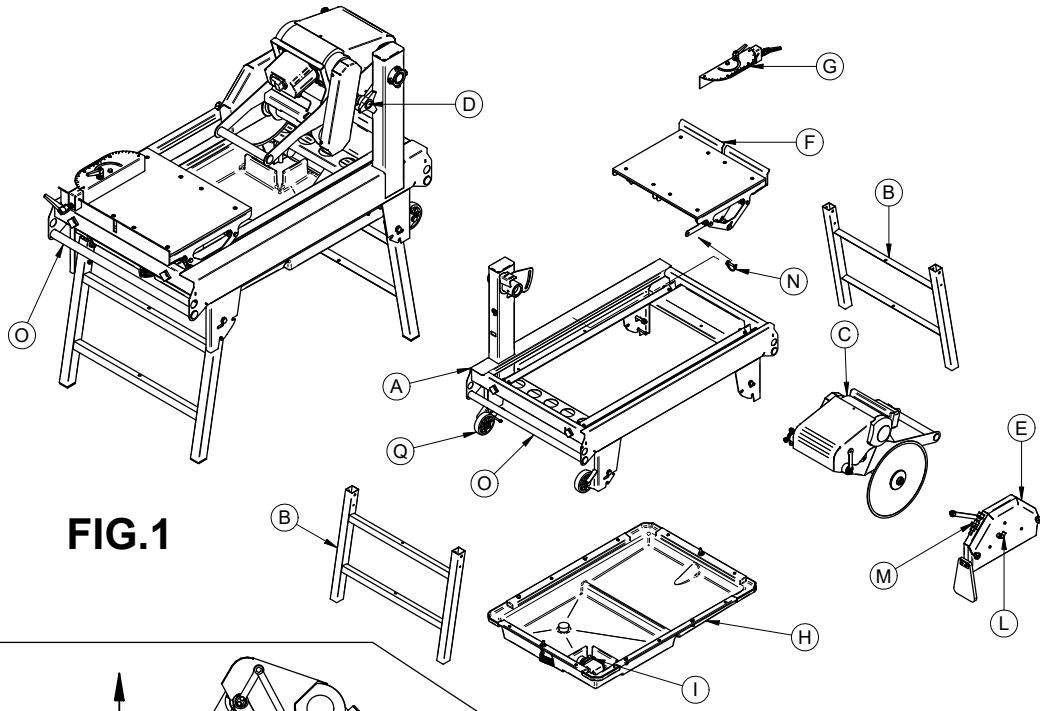
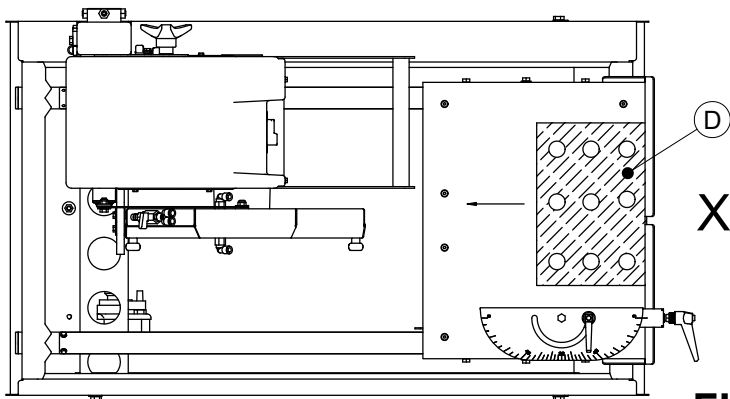

FIG.1
FIG.3
Antes de transportar la máquina por la obra, bloquee el cabezal en posición inferior, apriete el pomo (fig. 1, ref.D), bloquee el carro con la chaveta (fig. 1, ref. N), desenchufe la máquina y levántela sujetándola por las manillas del bastidor (fig. 1, ref. O).
Para abrir las patas: levante la parte trasera de la máquina (fig. 1, ref. 1), tire de la pata en la dirección que indica la flecha (fig. 1, ref. 2) para alejar el tornillo (fig. 1, ref. 3) del tope, gire la pata para abrirla (fig. 1, ref.4), desplace el tornillo hasta que encaje en la ranura (fig. 1, ref. 5) y apoye la máquina sobre el pavimento. A continuación, levante la parte delantera de la máquina y repita la secuencia de apertura anterior con las patas traseras. Para cerrar las patas, repita la secuencia de operaciones anterior en orden contrario.
La sierra SMART CUT 350 14" pesa 82 kg y se puede transportar a mano, levantándola por las manillas del bastidor, o con un elevador, enganchando las eslingas en los puntos indicados (fig. 1, ref. P). Las ruedas (fig. 1, ref. Q) facilitan las maniobras a la hora de cargar la máquina en un vehículo utilizando una plataforma.
El puesto de trabajo se ilustra en la fig. 3, ref. X.
Abra el grifo (fig.1, ref. M) y compruebe que haya un abundante flujo de agua de refrigeración sobre el disco diamantado.
Apoye el material que se ha de cortar sobre la superficie del carro acercándolo al tope. Establezca la inclinación deseada mediante el goniómetro. Para regular la altura del cabezal de corte, afloje el pomo (fig. 1, ref. D), coloque el cabezal a la altura deseada y enrosque el pomo a fondo. Ponga la sierra en marcha como se describe en el apartado 10. Para efectuar el corte, coloque la pieza que desea cortar (fig. 3, ref. D) sobre el carro y, luego empujelo hacia el disco colocando las manos en los lados del plano, como se muestra en la Fig. 3, Ref.E. Una velocidad de avance excesiva respecto al espesor y a la dureza del material puede interrumpir el movimiento de rotación de la hoja. En este caso, libere el disco lo antes posible desplazando el carro para alejar la pieza hasta que el disco recupere el régimen de rotación nominal. Continúe con el corte adecuando la velocidad de avance a las características del material.
Periódicamente, o cuando el caudal del agua de refrigeración disminuye, es preciso limpiar el circuito de alimentación de agua. Desmonte y limpie la boquilla que está dentro del cárter del disco (fig. 1, ref. E). Lave la tubería con agua, desde la bomba hasta el grifo que está en el cárter.
1. Bloquee el desplazamiento vertical del cabezal de corte con los pomos (fig. 1, ref. D).
2. Quite la cubierta delantera de protección (fig. 1, ref.E).